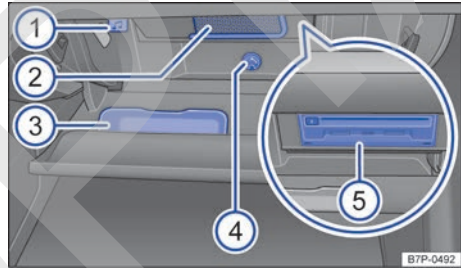

Fig. 201 Guantera abierta en el tablero de instrumentos.
Leyenda de la fig. 201:
En la guantera hay un compartimento para depositar soportes de datos externos (p. ej., un reproductor MP3) → fig. 201 ② y un estuche para gafas ③.